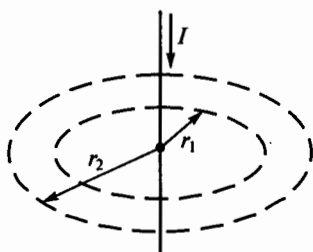

Рис. 41
2.5. Каково при известном токе  $I$  соотношение между магнитодвижущими силами  $F_1$  и  $F_2$  вдоль concentрических окружностей соответственно с радиусами  $r_1$  и  $r_2$ , показанных на рис. 41?
**2.6.** Какое соотношение магнитной индукции  $B$  и напряженности магнитного поля  $H$  справедливо для магнитных силовых линий с радиусами  $r_1$  и  $r_2$ , показанных на рис. 41?